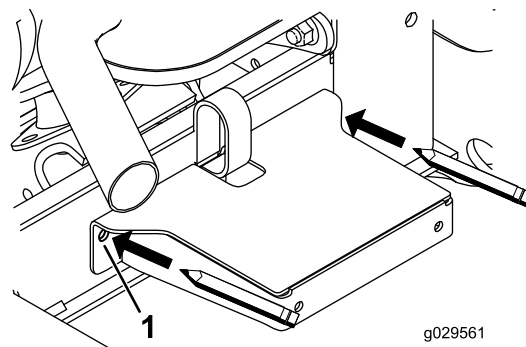

図 4
- フレームマウントを型紙として、フレーム材にフェンダ取り付け用の穴2個の位置をマーキングする 図 4。